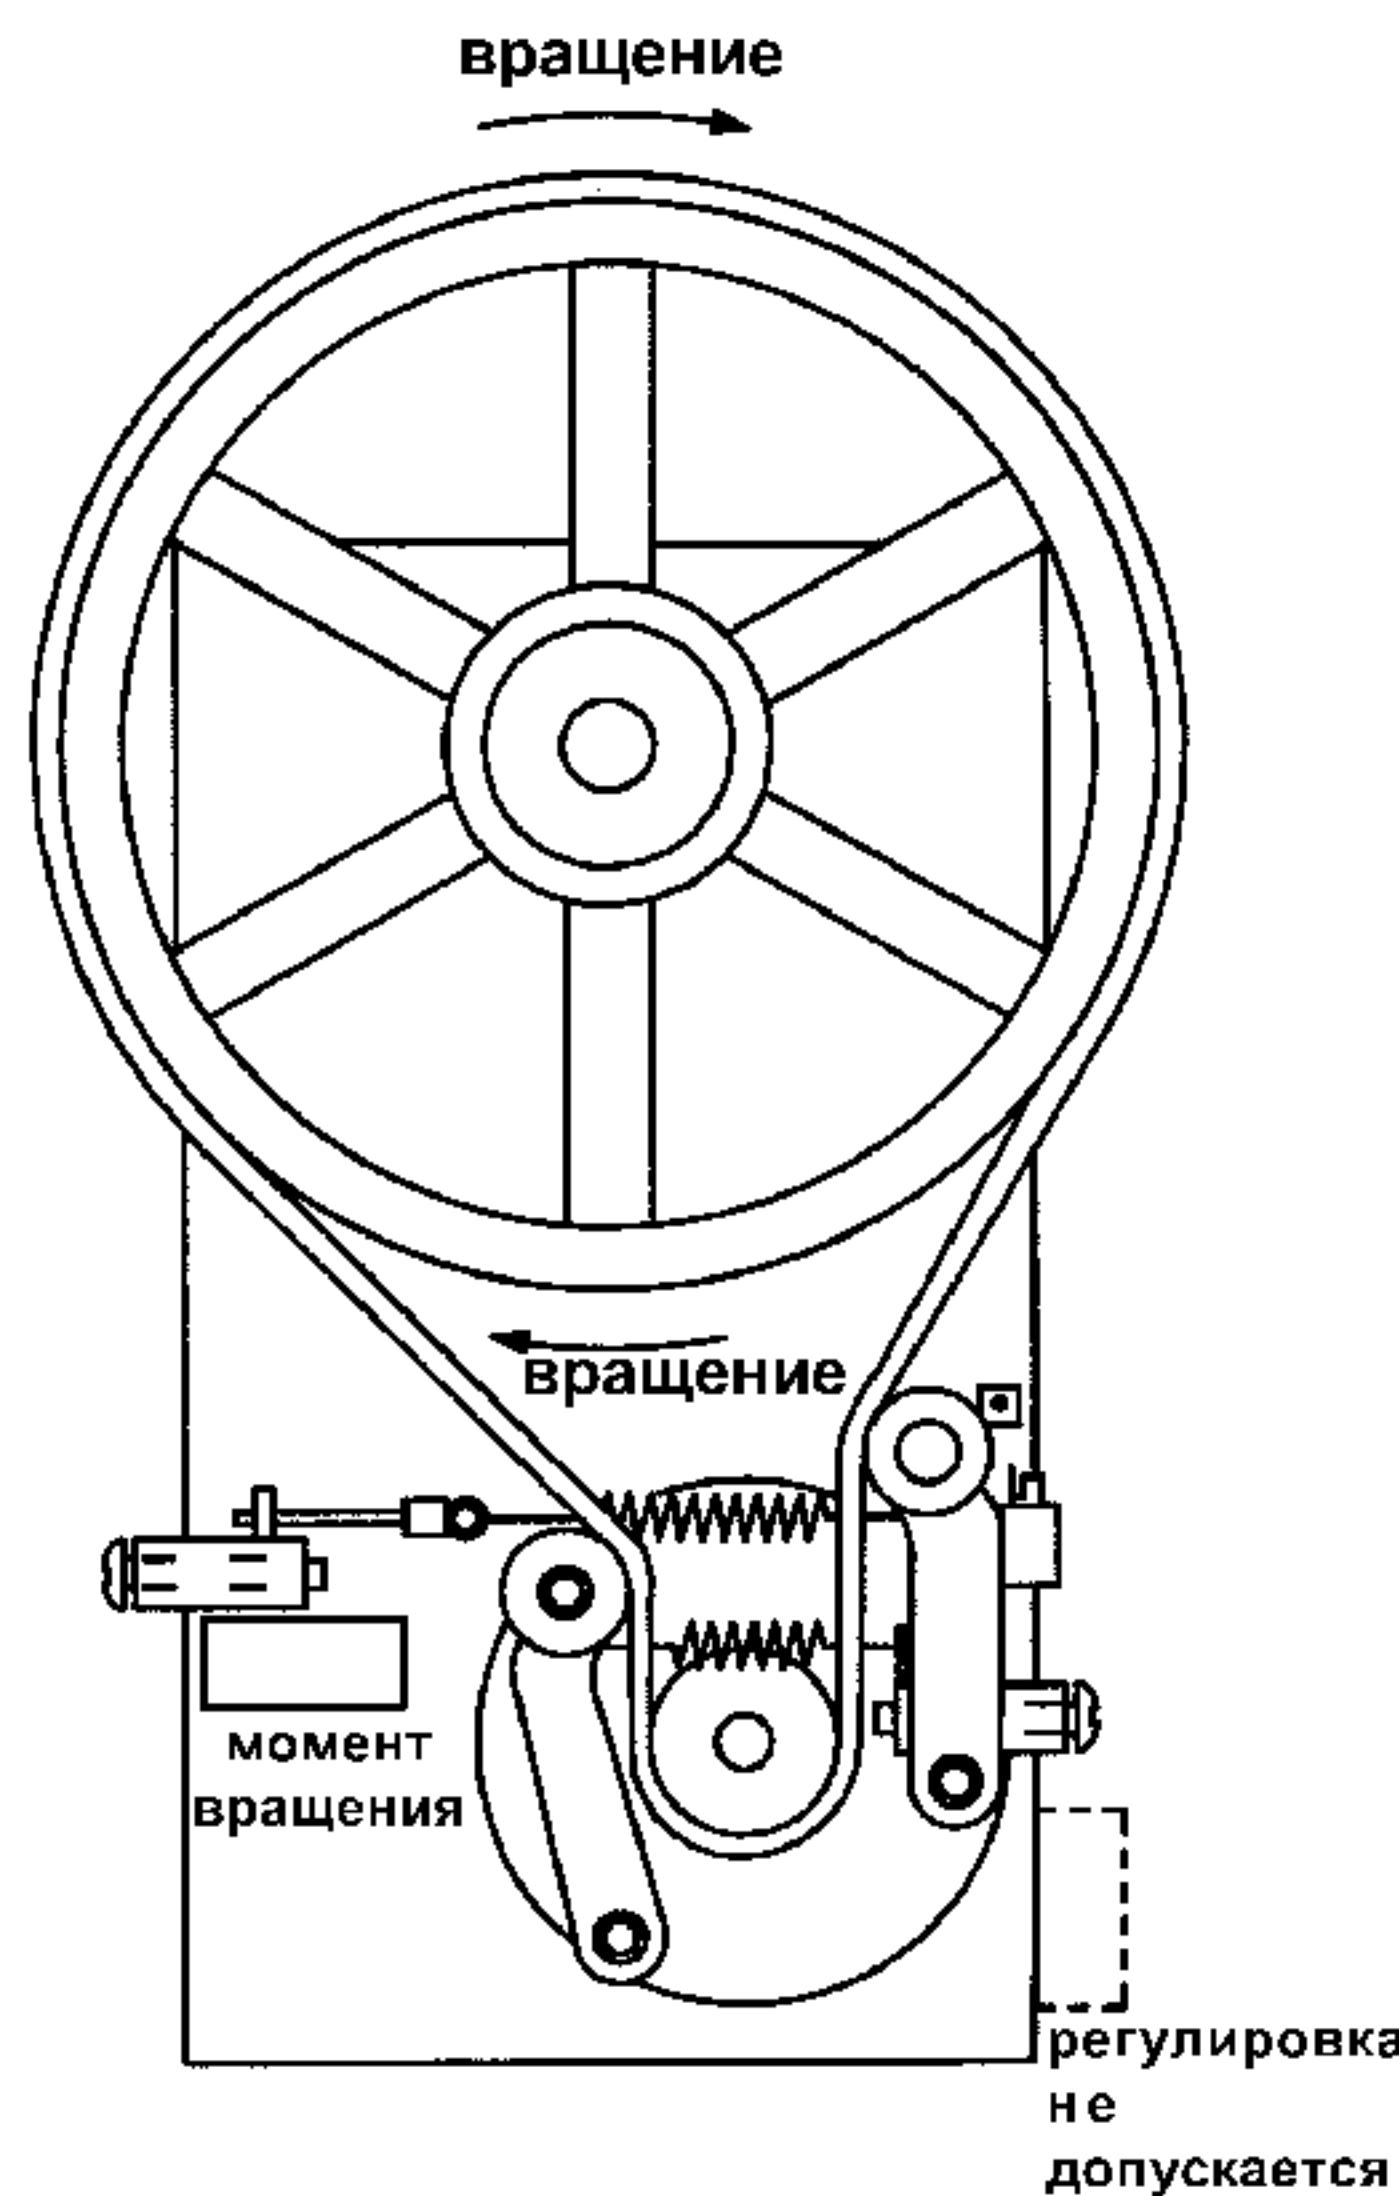

Рис. 27. Механическая регулировка плотности
- С помощью обычной прямой отвертки поверните винт регулирования плотности, или момента вращения, (рис. 27) по часовой стрелке, чтобы продукт стал тверже, и против часовой стрелки, чтобы продукт стал мягче. Не поворачивайте винт более чем на два оборота за один раз. Не пытайтесь крутить винт натяжного ролика с левой стороны машины, снабженный надписью "Do not adjust" (Регулировка не допускается).